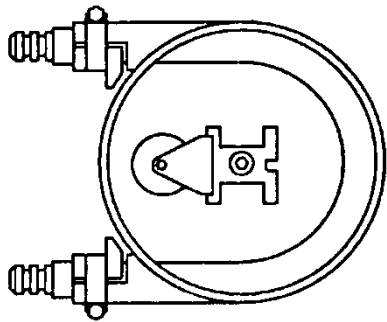

Fig. 10
4. Ta bort beslaget (två skruvar) för rullen som inte pressar samman slangen. Ta även bort ev. shims under beslaget. Vrid rotorn 180° som i fig. 10.